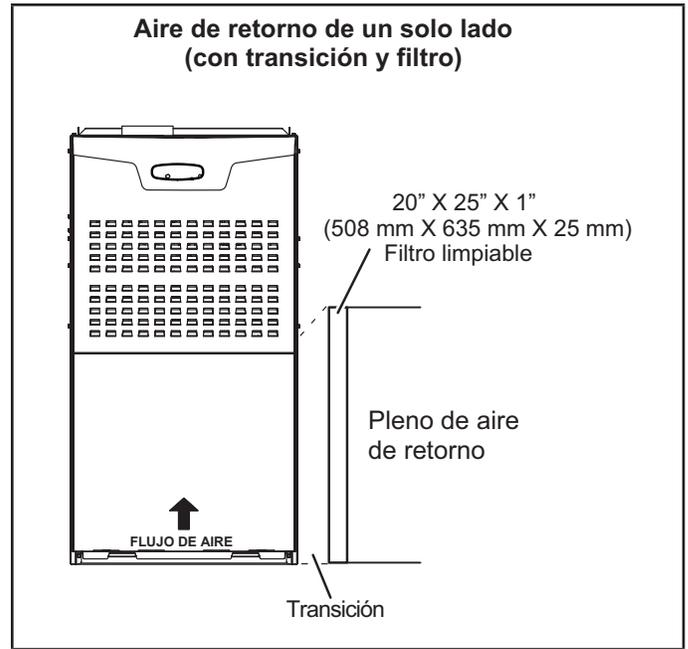

Figura 8
- 1 - Aire de retorno de un solo lado y base de aire de retorno opcional con transición que debe acomodar el filtro de aire de 20 x 25 x 1 pulgada (508 x 635 x 25 mm) requerido para mantener la velocidad del aire apropiada. Ver la Figura 8.